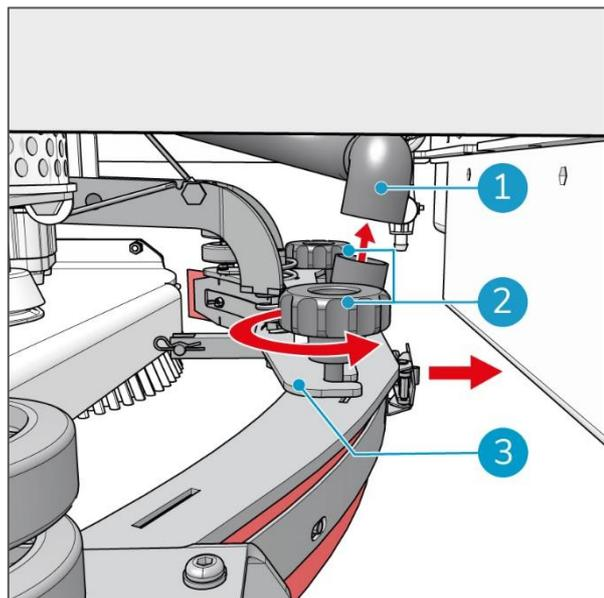

Figure 33
6. Retirez le tuyau d'aspiration du raccord de tuyau (Figure 33, pos. 1).
7. Desserrez les deux molettes rotatives (Figure 33, pos. 2).
8. Tirez le corps de la raclette vers l'arrière afin de le retirer de la plaque de levage (Figure 33, pos. 3).